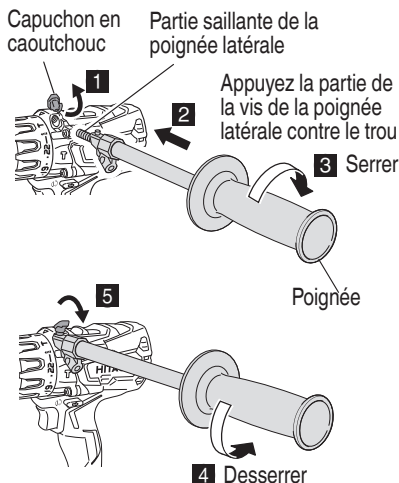

Fig. 12
3. Installation/retrait de la poignée latérale. (Fig. 12)